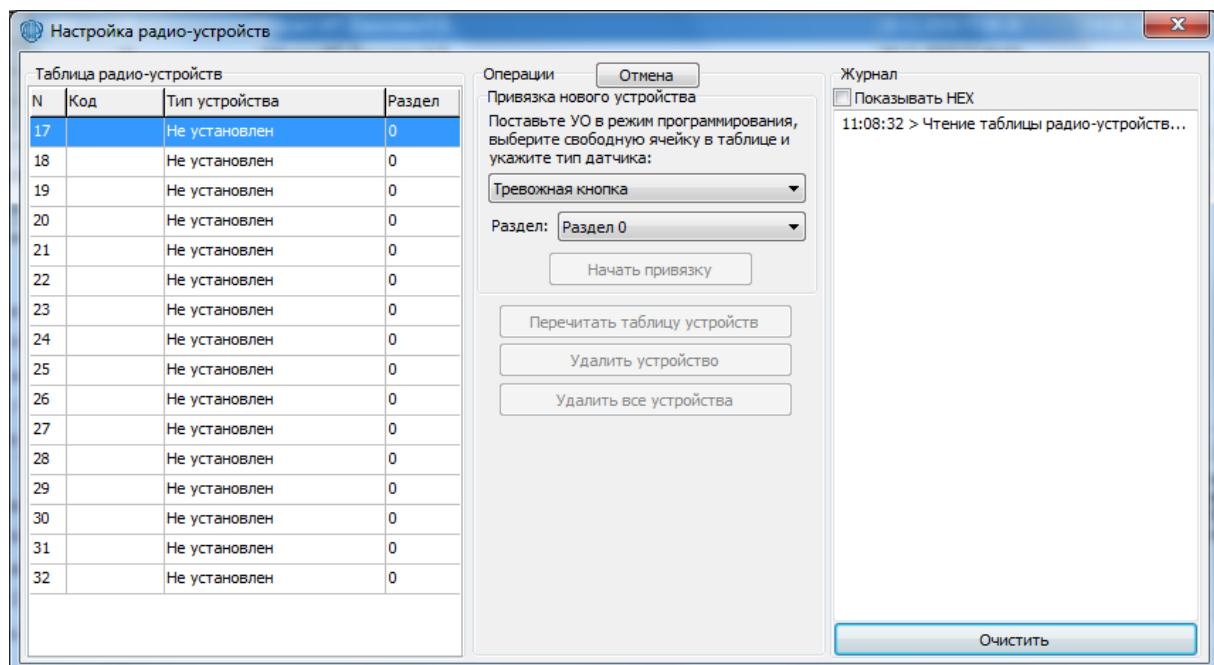

Рисунок 3. Настройка радиоустройств.
6.31. После того как выбран тип радиоустройства необходимо выполнить «привязку» радиоустройств. Нажать кнопку «Настройка радиоустройств» и на открывшейся странице (см. рисунок 3) произвести «привязку» радиоустройств.